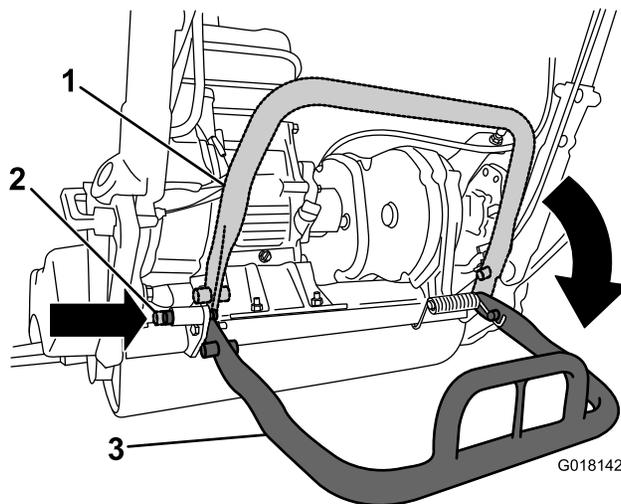

图5
2. 放下支撑架并推入锁定销将支撑架锁定在维修位置 图5。机器可以停放在锁定销上。